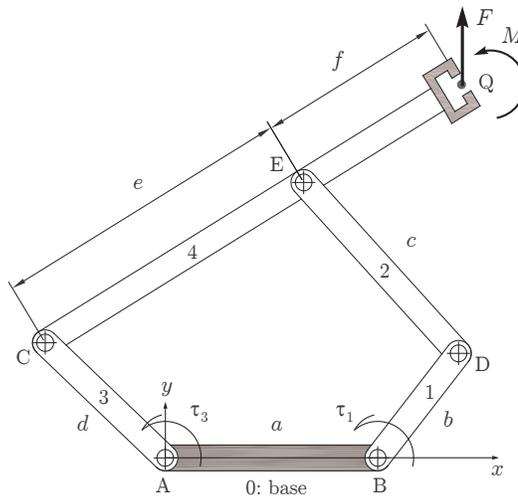

Figura 2: Manipolatore parallelo planare 5R.
- 3) La Figura 2 rappresenta lo schema cinematico di un manipolatore planare 5R. In esso, 5 giunti rotoidali collegano fra loro altrettanti link. Il link 0 funge da telaio, il link 4 da end-effector, mentre i link 1 e 3 sono gli unici ad essere attuati mediante le coppie τ_1 e τ_3 provenienti da motori calettati sui giunti B ed A. Nell'ipotesi semplificativa $b = d$ e $c = e$, calcolare le coppie da applicare ai giunti attuati per esercitare in corrispondenza del punto Q una forza verticale $F = [0 \ F_y]^T$ ed un momento M .